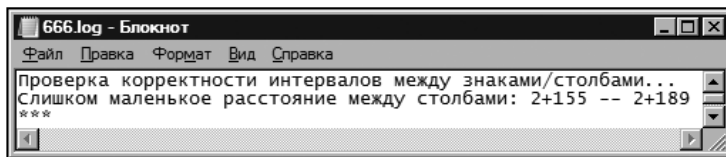

Рис. 18
1. Выберите команду **Проверки/Расстановка столбов**. Проверка выполняется по всем документам проекта, а ее результаты отображаются в протоколе (рис. 18).